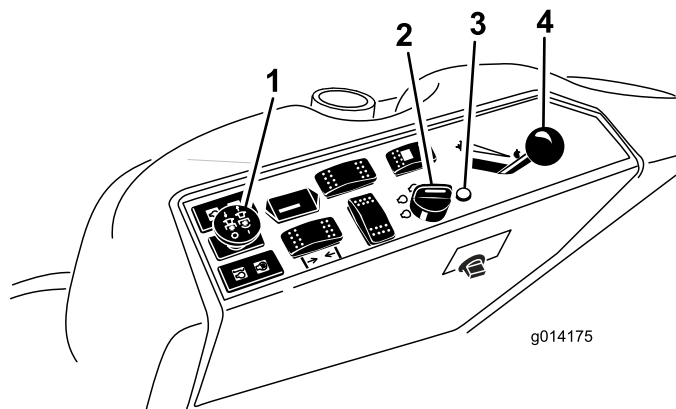

Рисунок 21
4. Переведите переключатель механизма отбора мощности (РТО) в положение Выкл. (Рисунок 21).
5. Передвиньте рычаг дроссельной заслонки в среднее положение между Быстро и Медленно (Рисунок 21).